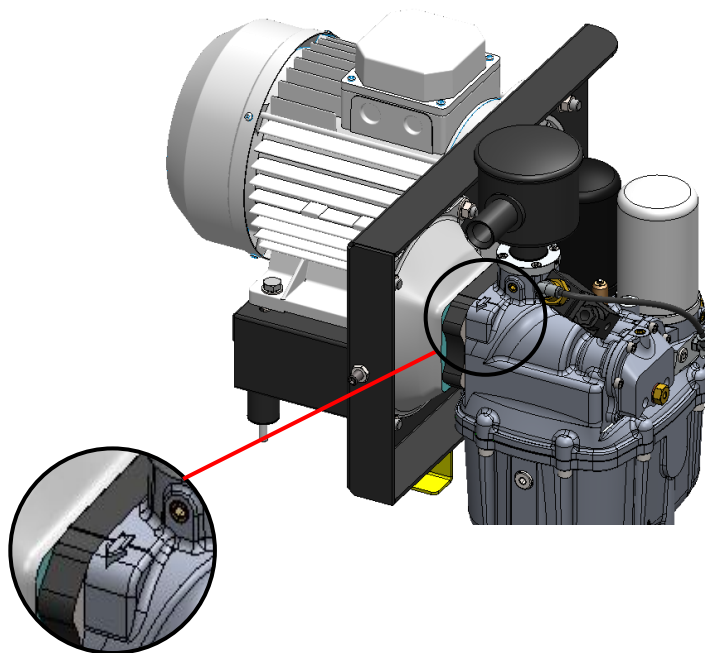

Figura 8
- Se le fasi della linea di alimentazione sono posizionate correttamente, il gruppo vite ruoterà come indicato dalla freccia nella **figura 8**.
La rotazione inversa della vite rispetto alla direzione indicata dalla freccia in rilievo sul corpo della macchina (vedi figura 8) può danneggiare il gruppo vite!